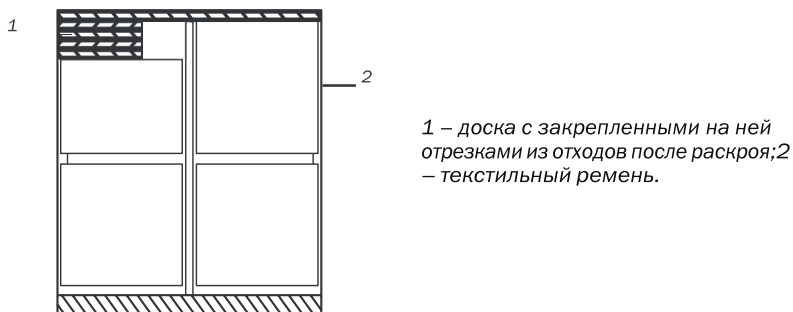

Рис. 4
■ В случае увязки разновысоких пакетов (при разности по высоте не более 200 мм): выравнивание высоты паллетов производится за счет обрезков из отходов пены после раскроя, уложенных по наименьшей высоте противоположной пачки (ширина пены 500-600 мм). Сверху укладывается строповочная доска и крепежный текстильный ремень Рис. 4.